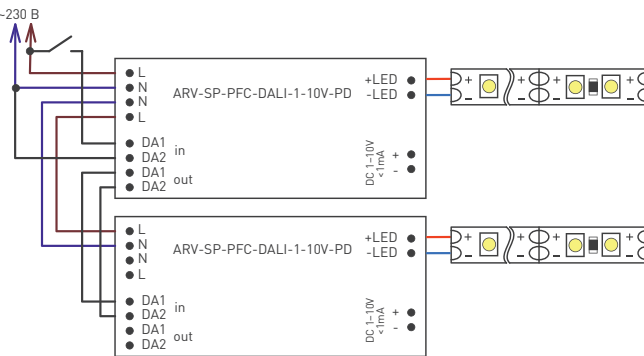

Рис. 2. Структурная схема соединения оборудования при использовании управления **PUSH DIM**
- 3.7. Если используется управление **PUSH DIM**, необходимо на клеммы **DA1** и **DA2** подавать напряжение сети ~230 В через кнопку (нефиксируемый клавишный выключатель) с нормально разомкнутыми контактами, включенную в разрыв фазного провода сети. Для этого подключите провод управления [**DA2**] к проводу **N** («ноль»), а провод управления [**DA1**] через кнопку к проводу **L** («фаза»). Структурная схема подключения оборудования при управлении **PUSH DIM** показана на рис. 2.